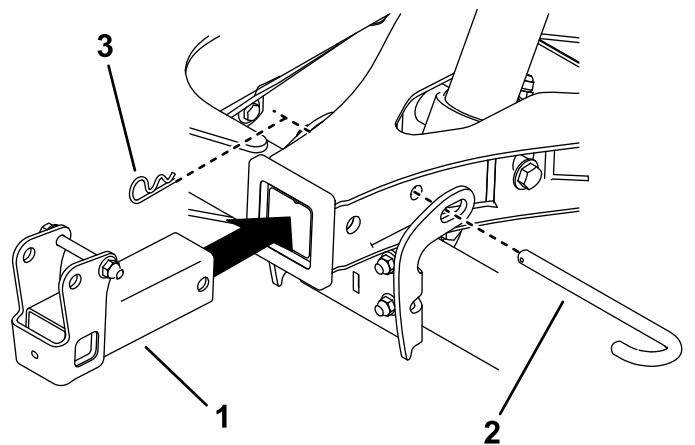

Figure 14
11. Retirez la goupille d'attelage et la goupille fendue de l'accouplement en A et utilisez-les pour installer le dispositif d'attelage (Figure 14). Vérifiez que la goupille bloque l'accouplement en A sur le tube transversal.